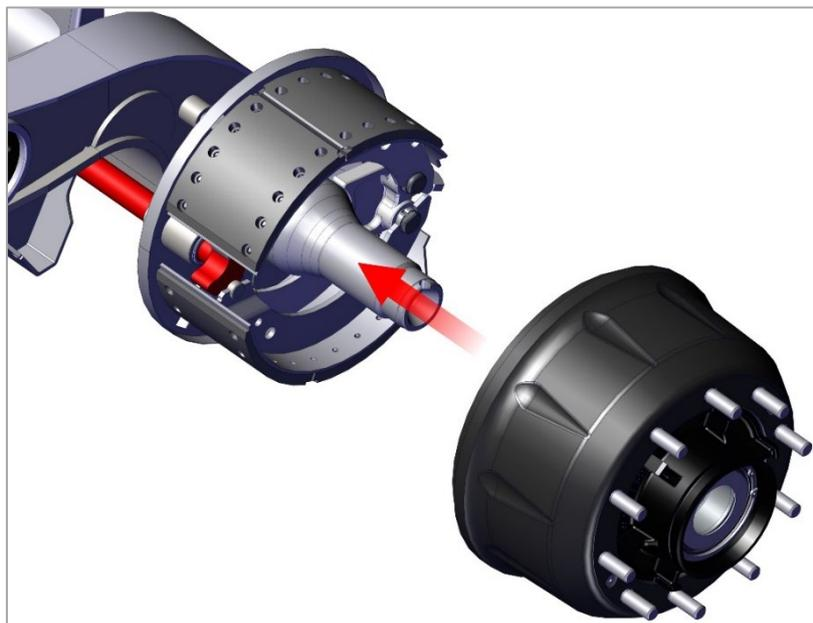

Рис. 12. Монтаж тормозного барабана
1) Если ступица и барабан были сняты с оси, то выполняйте монтаж компонентов в порядке, обратном порядку снятия (рис. 12).